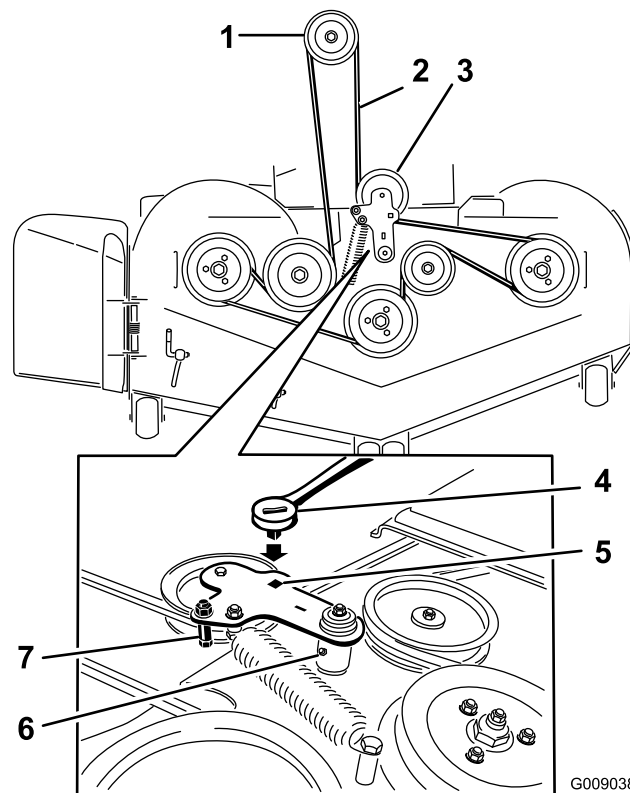

Figure 82
5. Insérez un rochet dans le trou carré du bras de la poulie de tension pour détendre le ressort de la poulie de tension (Figure 82).
7. Enlevez le guide de courroie situé sur le bras de la poulie de tension rappelée par ressort (voir Figure 82).
9. Acheminez la courroie neuve autour des poulies du tablier de coupe et de la poulie d'embrayage, sous le moteur (Figure 82).
10. Montez le guide de courroie sur le bras de la poulie de tension (voir Figure 82).
11. Insérez le rochet dans le trou carré et montez le ressort de la poulie de tension (Figure 82).